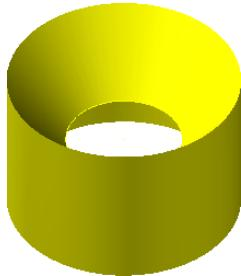

图 6-95 曲面与曲面倒圆角实例
- 01 在“文件”工具栏中单击“打开文件”按钮 O ，打开光盘中“第 06 章\原始图形\6.3.8 曲面与曲面倒圆角.MCX-7”，如图 6-95 所示。